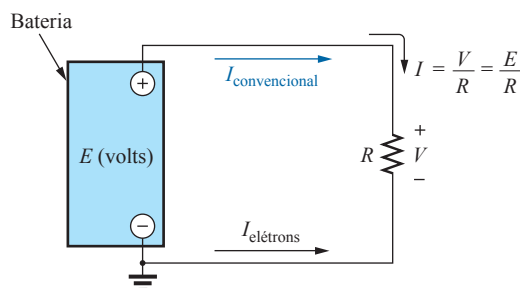

Figura 5.1 Introdução aos componentes básicos de um circuito elétrico.
Uma bateria, como a ilustrada na Figura 5.1, tem, em função da diferença de potencial entre seus terminais, a capacidade de promover ('pressionar') um fluxo de cargas através de um simples circuito. O terminal positivo atrai os elétrons do fio com a mesma rapidez com que eles são fornecidos pelo terminal negativo. Enquanto a bateria estiver ligada ao circuito e mantiver suas características elétricas, a corrente (CC), através do circuito, não sofrerá variações nem de intensidade, nem de sentido.
Por convenção (conforme discutido no Capítulo 2), o sentido do **fluxo convencional da corrente** ($I_{\text{convencional}}$), como indica a Figura 5.1, é oposto ao do **fluxo de elétrons** ($I_{\text{elétrons}}$). Além disso, o fluxo uniforme de cargas nos leva a
O circuito mostrado na Figura 5.1 possui a configuração mais simples possível. Este capítulo e os seguintes acrescentarão elementos ao sistema de maneira bastante específica, para introduzir uma gama de conceitos que constituirão a maior parte da base necessária para analisar sistemas mais complexos. Saiba que as leis, regras e conceitos apresentados e discutidos nos capítulos 5 e 6 serão usados nos estudos de sistemas elétricos, eletrônicos e computacionais. Eles não serão substituídos por regras, leis e conceitos mais avançados à medida que progredirmos nos estudos. Portanto, é de vital importância que os conceitos sejam claramente compreendidos e que regras e leis sejam aplicadas com segurança.